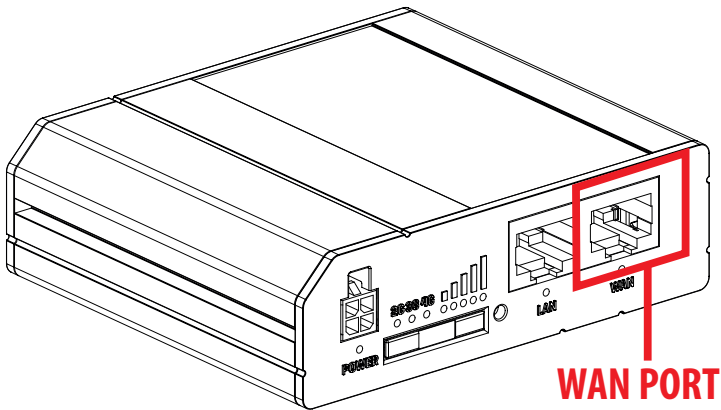

Bild 21: LAN-PORT-POSITION
- Verlegen Sie das Kabel rechts vom Schaltschrank so, dass es nicht sich bewegende oder hochspannungsführende Teile in den Weg kommt. Siehe Bild 21.